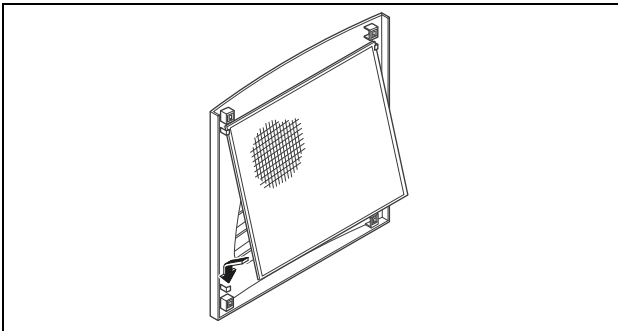

Abb. 31: Filtermatte einbauen
- Legen Sie die Filtermatte wie in Abb. 31 gezeigt in das Lamellengitter ein und drücken Sie es wieder auf das Gehäuse.